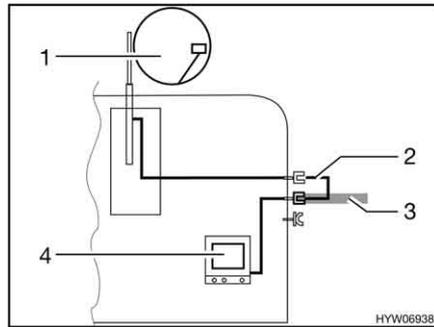

Fig. 155 Televisão no veículo
- Televisão no veículo (Fig. 155,4): Ligação da antena exterior (Fig. 155,1) com cabo de ligação (Fig. 155,2)
- Televisão no veículo (Fig. 155,4): Ligação à antena exterior (Fig. 155,3)